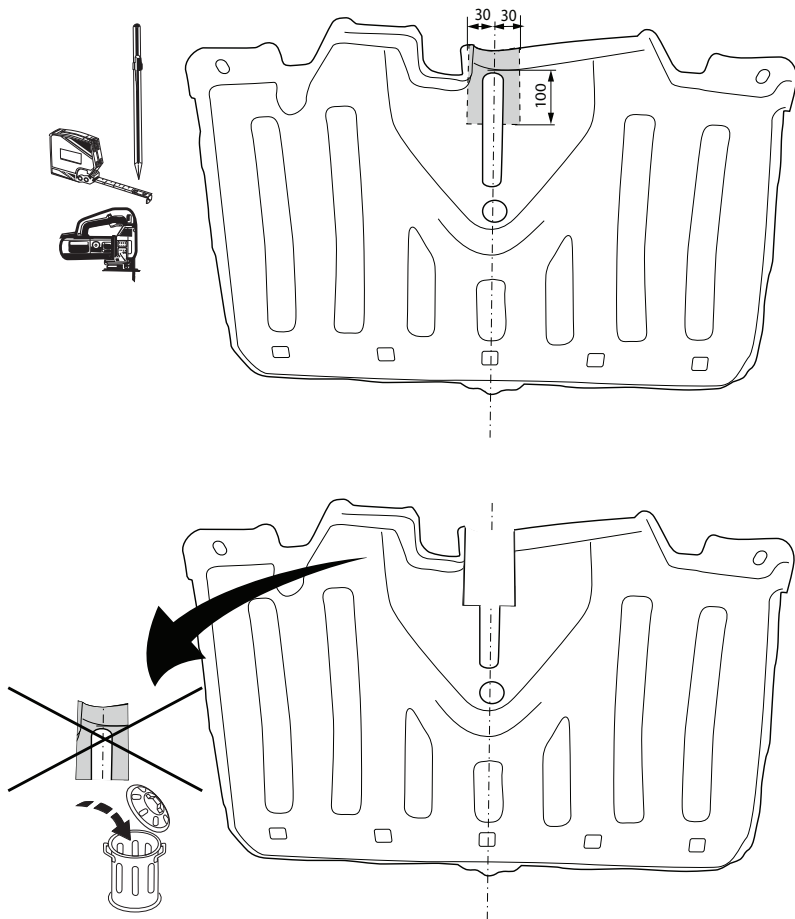

Fig. 5
10. Выпилить часть из пластмассового защитного колпака в середине снизу, как указано на рис. 5.